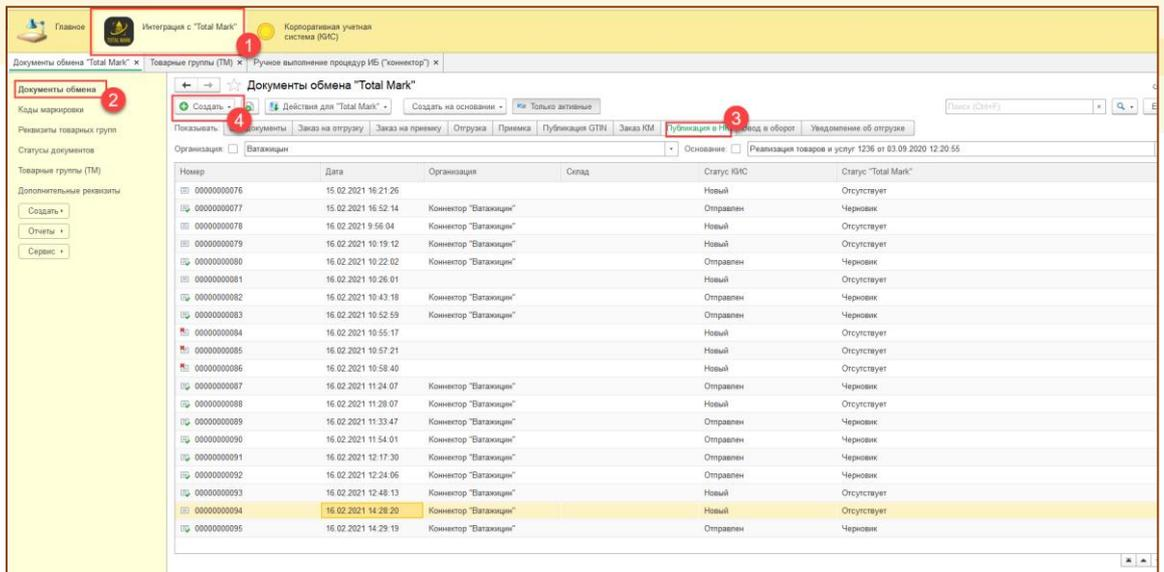

Рис. 5-2 - Публикация в НК
1. Открыть вкладку «Публикация в НК» и нажать «Создать» (Рис. 5-2);